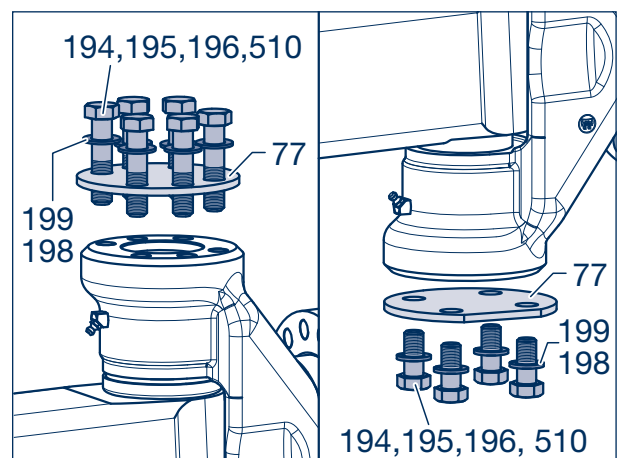

Bild 15
Bei einer Abflachung (Pfeil) an der Verschlussplatte (77) muss diese, je nach Platzverhältnissen zur Grundplatte (190, 191, Bild 15) oder zur Bremstrommel (380) weisen.